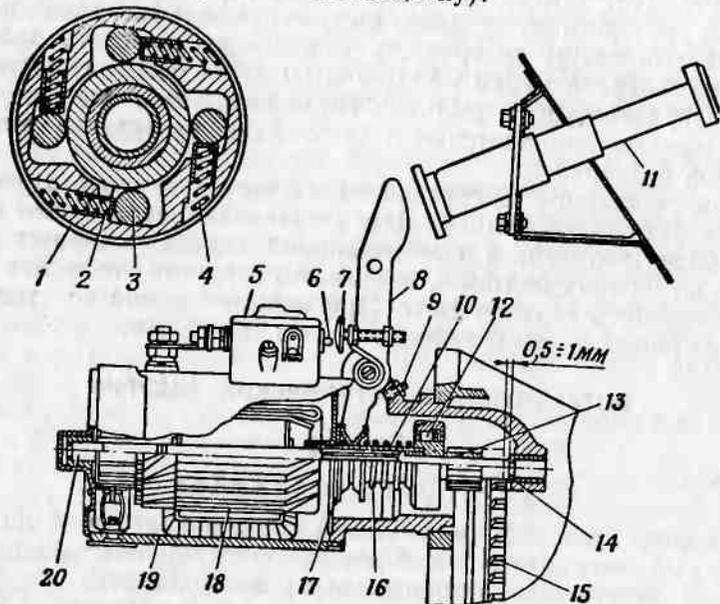

Рис. 166. Стартер и привод его включения:
Стартер (рис. 166) типа СТ-20В представляет собой четырехполюсный, четырехщеточный электродвигатель постоянного тока с серийным (последовательным) возбуждением.
— проверить ход муфты включения стартера на отсутствие заедания на шлицах вала якоря, для этого необходимо нажать до упора на рычаг 8 (рис. 166) выключателя стартера и отпустить. Если рычаг не возвращается в исходное положение, то следует устранить заедание муфты на шлицах вала якоря;
4. Нажимая на рычаг 8 (рис. 166), определить по вспыхиванию контрольной лампы № 1 положение шестерни, соответствующее началу замыкания основных зажимов выключателя стартера.